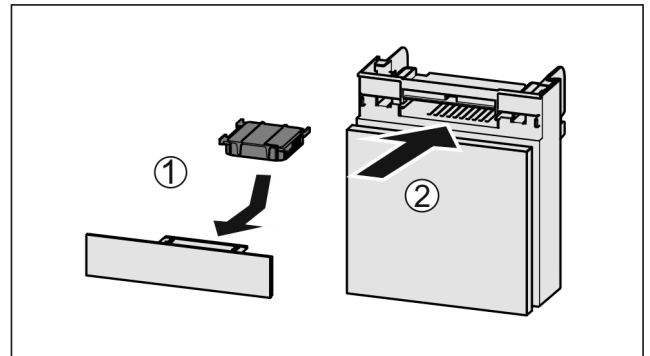

Fig. 273
- Aseta aktiivihilisuodatin kuvan mukaisesti paikoilleen Fig. 273 (1).
- Työnnä lokero kiinni Fig. 273 (2).